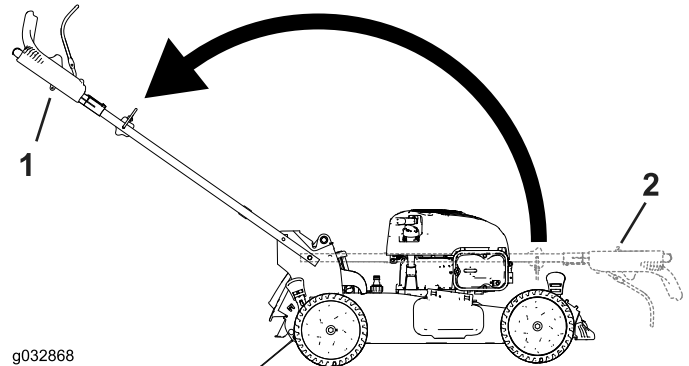

Bild 5
3. Klappen Sie den Griff in die Betriebsstellung hoch, indem Sie ihn nach hinten drehen (**Bild 5**).